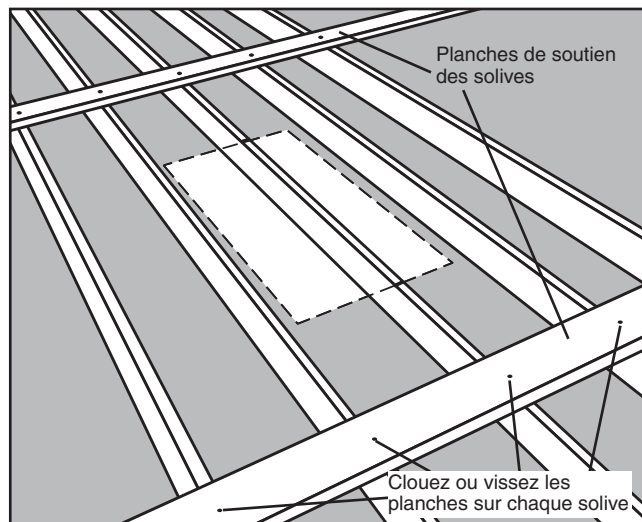

FIGURE 9
**Étape 2.** Coupez (2) planches de la taille des solives assez longues pour relier (2) solives de chaque côté de votre emplacement choisi (Voyez la Figure 9). Ces planches vont soutenir les solives qui vont être coupées et aider à empêcher le plafond de s'affaisser ou de s'écrouler complètement pendant que vous travaillez dans l'espace du dessus.
**Étape 3.** Placez ces planches approximativement à 61 cm du bord de votre emplacement choisi, et clouez-les (Voyez la Figure 9).